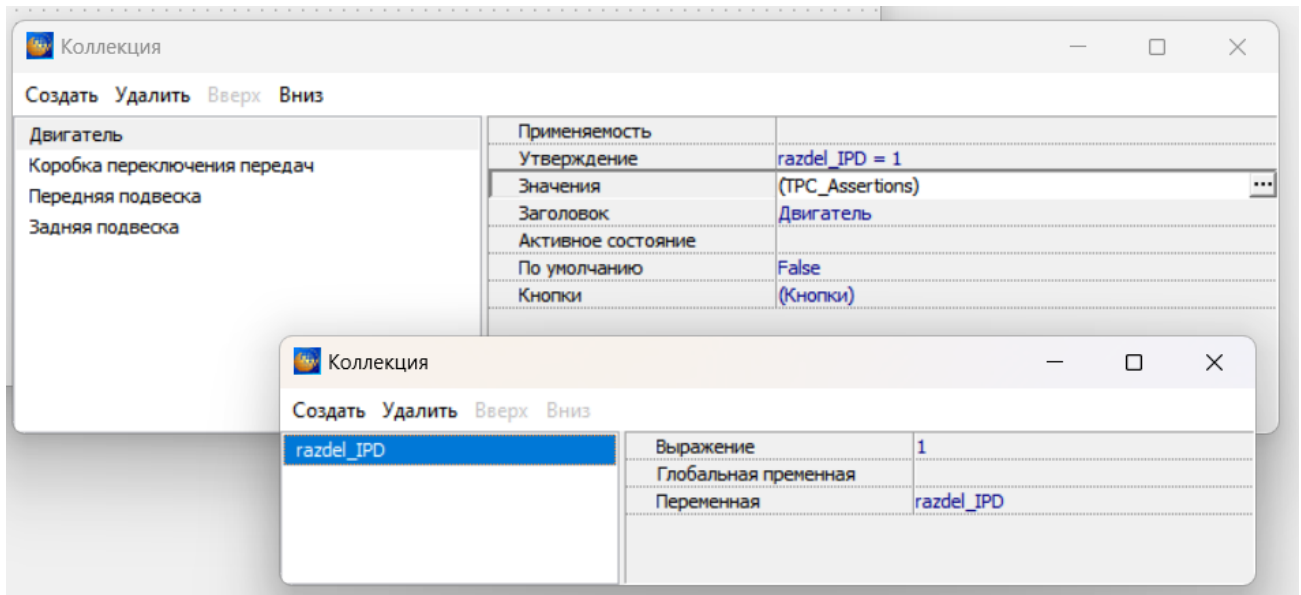

Рисунок 612
– Ввести значение в поле **Значение**, нажав на кнопку , в открывшемся окне ввести выражение с клавиатуры и задать локальную и глобальную переменную, которой будет присвоено это выражение (значение) (рисунок 612).